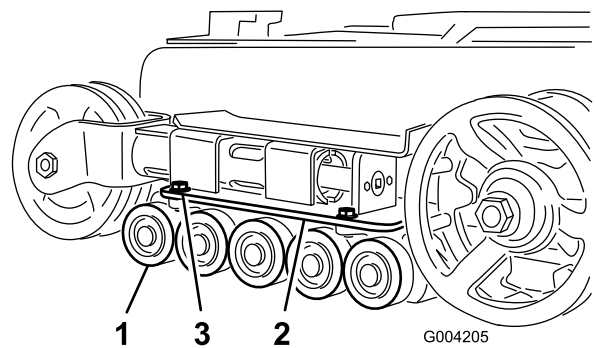

Bild 48
2. Nehmen Sie die vier Schrauben ab, mit denen die untere Kettenführung (die die Straßenträder enthält) befestigt ist, und nehmen Sie diese ab (Bild 48).